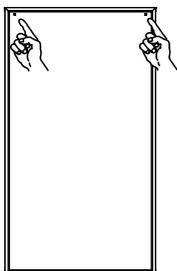

Figura 4.8
- Togliere il pannello frontale del MULTizone svitando le viti per accedere alla scatola elettrica Figura 4.8.